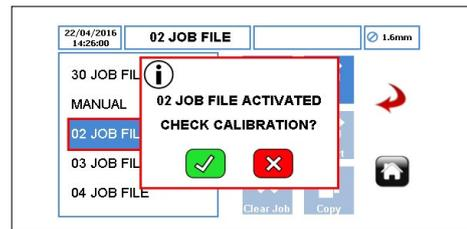

Figure 58 Fichier de travail activé
- Pour activer le fichier de travail en surbrillance et les modifications apportées, appuyez sur l'icône . Lorsque la pompe est en marche, l'icône Activer est « grisée ». Lorsqu'un fichier de travail a été activé, une invite s'affiche comme indiqué à la *figure 58*.